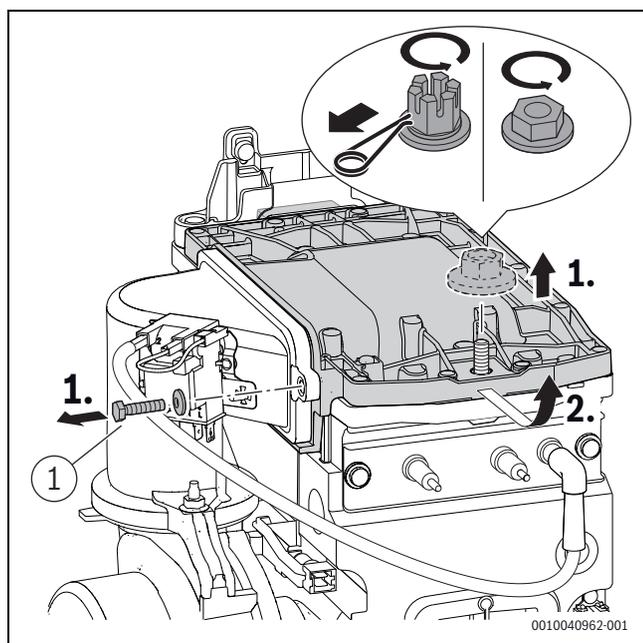

Fig. 41 Démontez le couvercle du brûleur
- Serrer la vis à gauche du capot de brûleur ([1], fig. 41) à $5,5+0,5$ Nm.